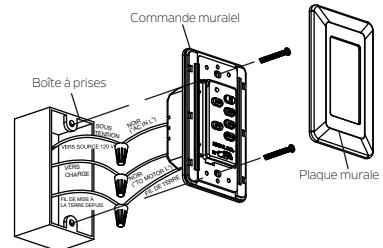

Fig. 29
**Étape 2.** Placez la commande murale sur la boîte à prises, connectez les fils avec les connecteurs (fournis). (Fig. 29).
**Étape 3.** Sécurisez les connexions des fils et assurez-vous qu'il n'y a pas de brins de fil ni de connexions desserrées. Remettez les connexions de fils à l'intérieur de la boîte à prises et fixez la commande murale à la boîte à prises avec les vis (fournies). Ajustez la plaque frontale sur la commande murale. (Fig. 29).